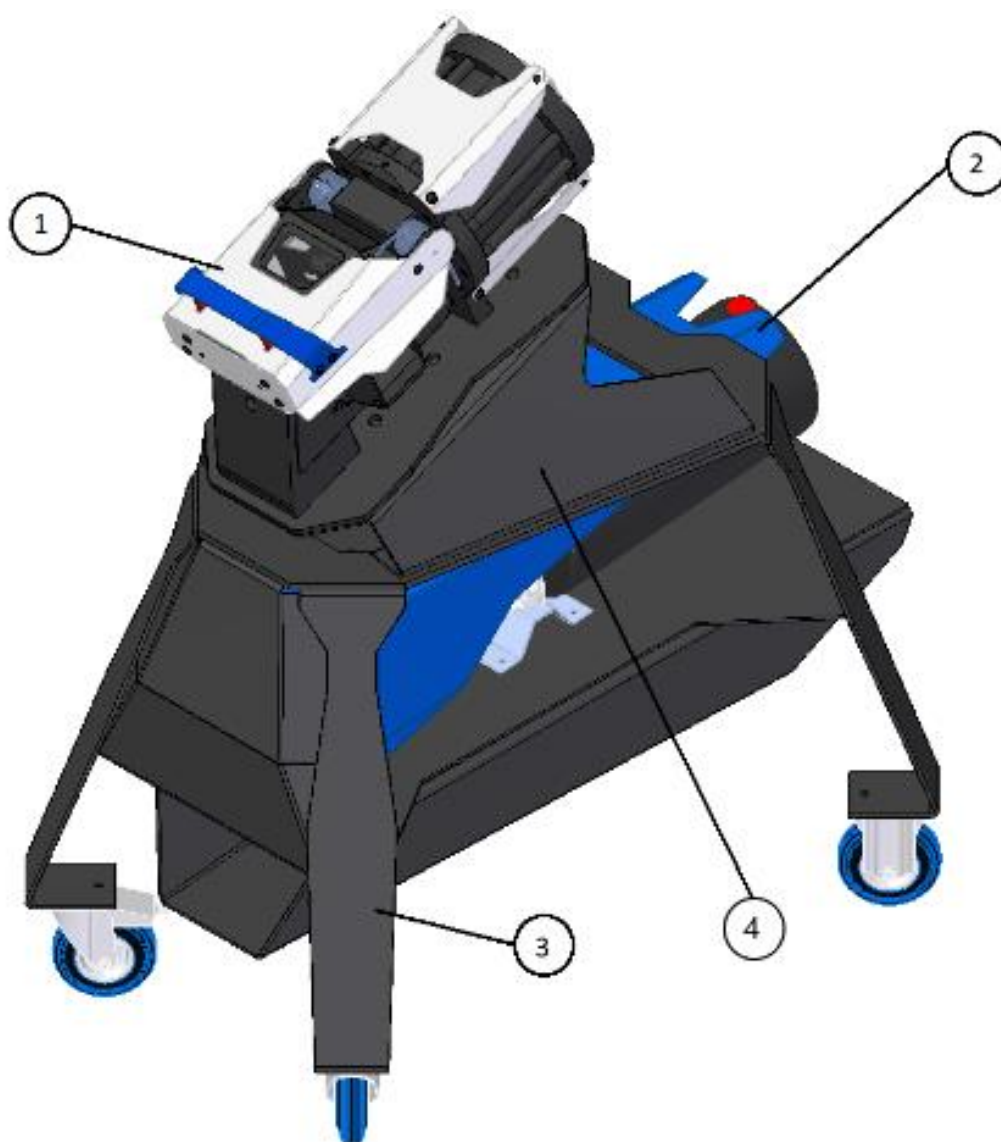

Ilustración 8: Cortacadenas móvil
En la Ilustración 8 se muestra la representación del cortacadenas móvil. Sus componentes son equivalentes a los de la versión estacionaria, que sólo prescinde del chasis (3) y de la subestructura (4). Pero la subestructura (4) puede pedirse por separado.